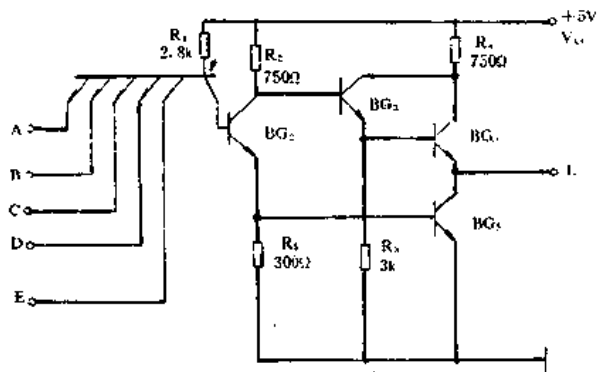

图 30-5
**TTL 工作电路:** TTL 中速与非门电路如图 30-5 所示。当多发射极晶体管  $BG_1$  任一个(或多个)输入端为“0”电平(0.3V)时,电流由电源经门电阻  $R_1$  通过相应接“0”电平输入端的发射极流出,把  $BG_1$  基极电位箝制在 1V 左右(“0”电平的 0.3V 加上导通的 PN 结压降 0.7V),  $BG_1$  的等效集电阻  $R'_{c1}$  为  $R_2$  和  $BG_2$  的 c、b 结电阻之和,故  $R'_{c1}$  很大,  $BG_1$  的集电极流  $I_{c1}$  很小,容易满足不等式  $\beta_1 I_{b1} \gg I_{c1}$ , 使  $BG_1$  处于深饱和状态。  $BG_1$  的集电极电压也就是  $BG_2$  的基极电压,只有 0.4V 左右(输入端“0”电平 0.3V 加  $BG_1$  饱和压降 0.1V),远不足以使  $BG_2$ 、 $BG_3$  发射极的两个 PN 结导通,故  $BG_2$ 、 $BG_3$  均截止。  $BG_3$  的基极电位略高于其集电极电位,使集电结略为正偏,  $BG_3$  处于微饱和状态,向  $BG_4$  提供基流,使  $BG_4$  处于放大状态。这样,  $BG_2$  截止、 $BG_4$  导通(通过下一级的门晶体管而导通),输出为高电平(3.6V)。